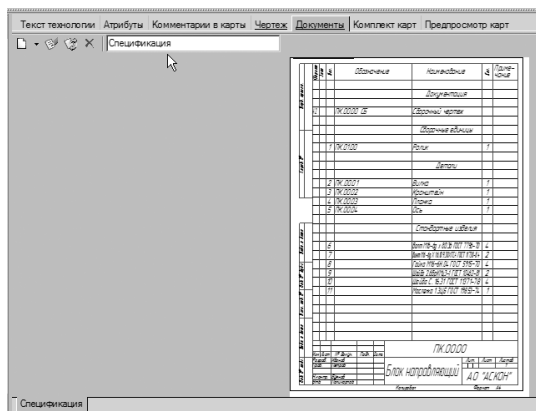

Рисунок 101
8. Перейдите на вкладку **Документы**. Нажмите кнопку **Добавить с диска** и выберите файл спецификации **ПК.00.00-Блок направляющий.spr**. В ячейке наименования документа введите название **Спецификация** (рис. 101).